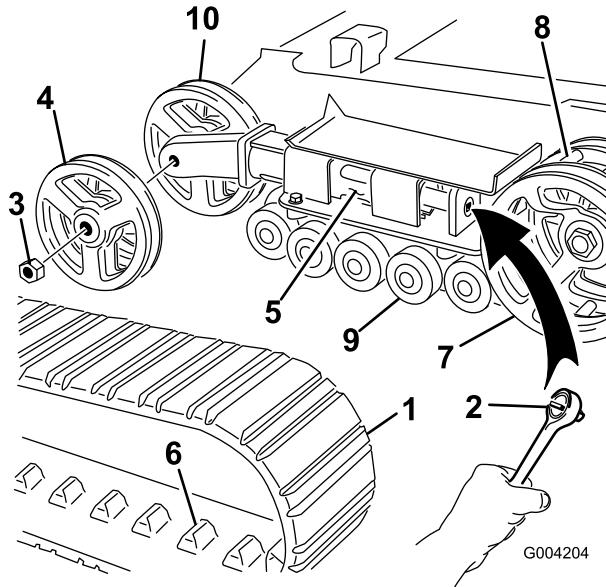

Figura 47
4. Utilizzando una chiave a tubo da 1/2 pollice, scaricare la tensione girando la vite di tensione in senso orario (Figura 45 e Figura 47).
5. Spingere la ruota di tensione verso il retro dell'unità in modo da spostare il tubo di tensione contro il telaio (Figura 47) (se non riesce a toccare il telaio, continuare a girare la vite di tensione fino ad ottenere il contatto).
6. Togliere il dado di fissaggio della ruota di tensione esterna e rimuovere la ruota (Figura 47).
7. Togliere il cingolo (Figura 47).
8. Togliere il dado di fissaggio della ruota di tensione interna e rimuovere la ruota (Figura 47).
12. Montare la ruota di tensione interna e fissarla con il dado tolto in precedenza (Figura 47).
distanziali al centro della ruota conduttrice (Figura 47).
15. Montare la ruota di tensione esterna e fissarla con il dado tolto in precedenza (Figura 47).